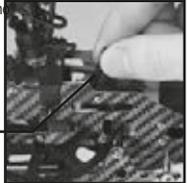

Figura 9
- A. Quando o helicóptero estiver pairando mas continuar mantendo o voo para frente automaticamente, retire a barra do servo de conexão traseira. Então, gire a barra em um rotação completa no sentido horário (360°). Quantas rotações deverão ser dadas, irá depender do ângulo de inclinação do eixo das hélices. Geralmente é preciso rotacionar a barra por uma ou duas vezes para cada regulagem (figura 9).
- B. Quando o helicóptero estiver pairando mas continuar mantendo o voo para trás automaticamente, retire a barra do servo de conexão traseira. Então, gire a barra em um rotação completa no sentido anti-horário (360°). Quantas rotações deverão ser dadas, irá depender do ângulo de inclinação do eixo das hélices. Geralmente é preciso rotacionar a barra por uma ou duas vezes para cada regulagem (figura 9).
D. Quando o helicóptero estiver pairando mas continuar mantendo o voo para a direita automaticamente, retire a barra do servo de conexão da direita. Então, gire a barra em uma rotação completa no sentido anti-horário (360°). Quantas rotações deverão ser dadas, irá depender do ângulo de inclinação do eixo das hélices. Geralmente é preciso rotacionar a barra por uma ou duas vezes para cada regulagem (figura 9).